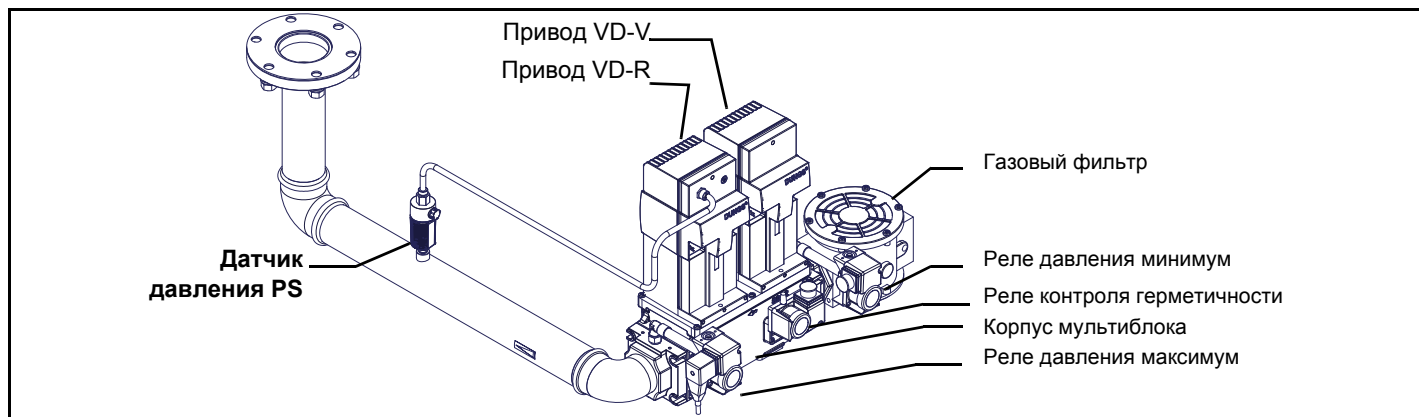

Рис. 14 - Пример газовой рампы
**ВНИМАНИЕ:** после монтажа газовой ramпы согласно схеме на Рис. 14, необходимо провести тестирование на герметичность газового контура, согласно требований действующих нормативов.
- 1 - б) при фланцевых соединениях: между соседними компонентами устанавливать прокладку (1А..1Е - Рис. 14), совместимую с используемым газом,
**ВНИМАНИЕ:** после монтажа газовой рампы согласно схеме на Рис. 14, необходимо провести тестирование на герметичность газового контура, согласно требований действующих нормативов.